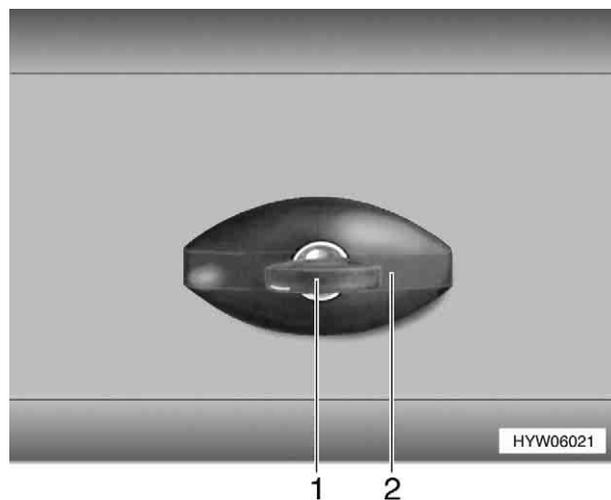

Bild 29 Klappenschloss, verschlossen (Variante 1)
▷ Bei Regen kann Wasser in das geöffnete Klappenschloss eindringen. Deshalb den Schlossgriff (Bild 29,2) wie auf Bild 29 abgebildet schließen.
- Schlüssel in Schließzylinder (Bild 29,1) stecken und eine viertel Umdrehung entgegen dem Uhrzeigersinn drehen. Schlossgriff (Bild 29,2) schnappt heraus.